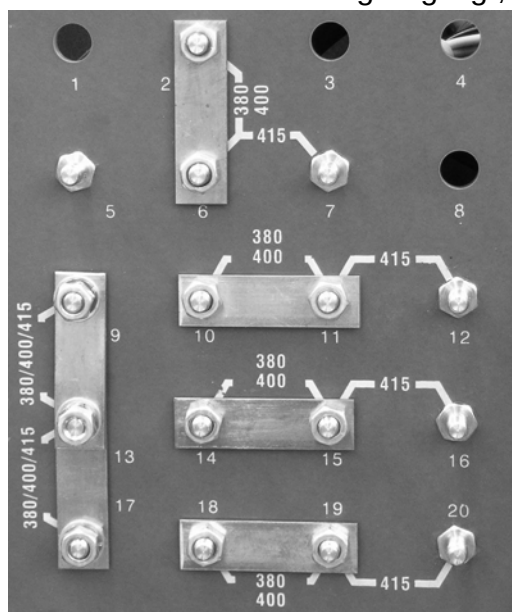

Fig. 2a. Klembræt på modeller til 380/415 VAC, konfigureret til 380–400 VAC.
2. Strømkilden er ved leverancen fra fabrikken konfigureret til den højeste spænding, der kan tilsluttes. Hvis udstyret skal drives med en anden spænding, skal jumperne på klembrættet i strømkilden flyttes til den korrekte position for den aktuelle spænding. De forskellige jumperpositioner vises i fig. 2a og 2b. Klembrættet bliver tilgængeligt, når adgangslågen i venstre side er fjernet.